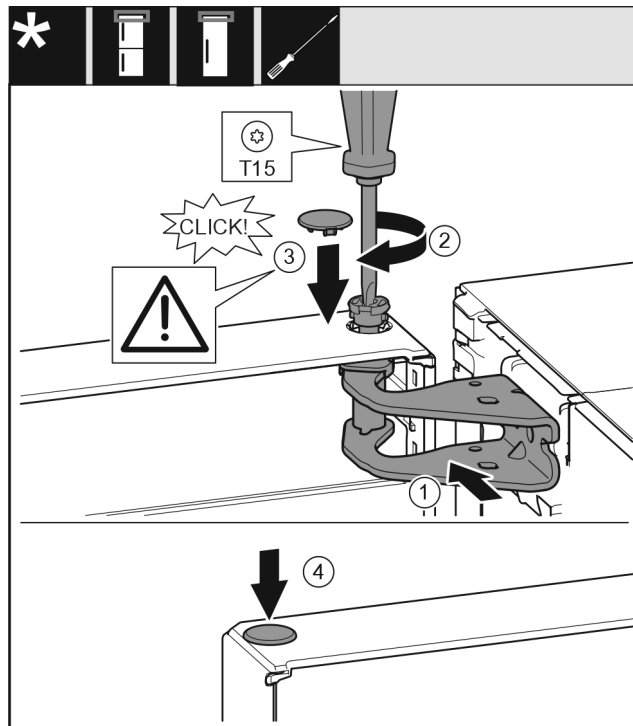

Fig. 19
- ▶ Регулирайте вратата горе спрямо отвора в лагерната стойка. Fig. 19 (1)
- ▶ Поставете болта и затегнете здраво с отвертка T15. Fig. 19 (2)
- ▶ Монтаж на предпазния капак за осигуряване на вратата: Поставете предпазния капак и проверете дали той е допрян до вратата. В противен случай поставете изцяло болта. *Fig. 19 (3)*
- ▶ Поставете тапата. *Fig. 19 (4)*